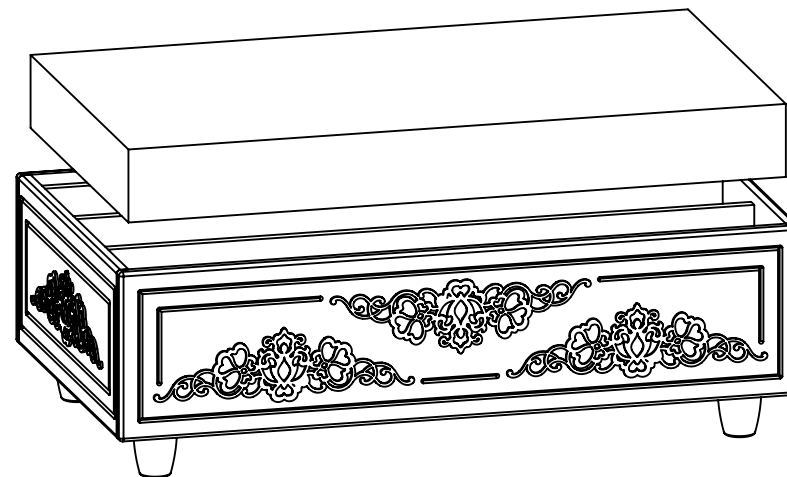

Рис.6
6. Положить подушку мягкую на детали 1 (Рис. 6). Зафиксировать подушку с деталями 3, 4 при помощи металлических уголков и шурупов 3,5x16.